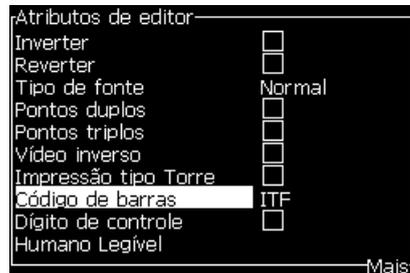

Figura 5-55: Selecionar o tipo de código de barras
- 2 Pressione a tecla *F3* ou *ALT + E* e selecione *Atributos em linha* para abrir a tela *Atributos do Editor* (Figura 5-55 na página 5-64).